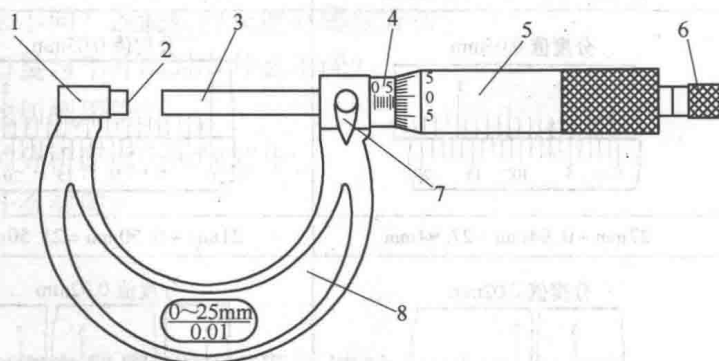

图 1-4 外径千分尺
1) 外径千分尺的结构 (见图 1-4)。常见测量范围有 0 ~ 25mm、25 ~ 250mm、50 ~ 75mm 等多种规格, 测量精度为 0.01mm。